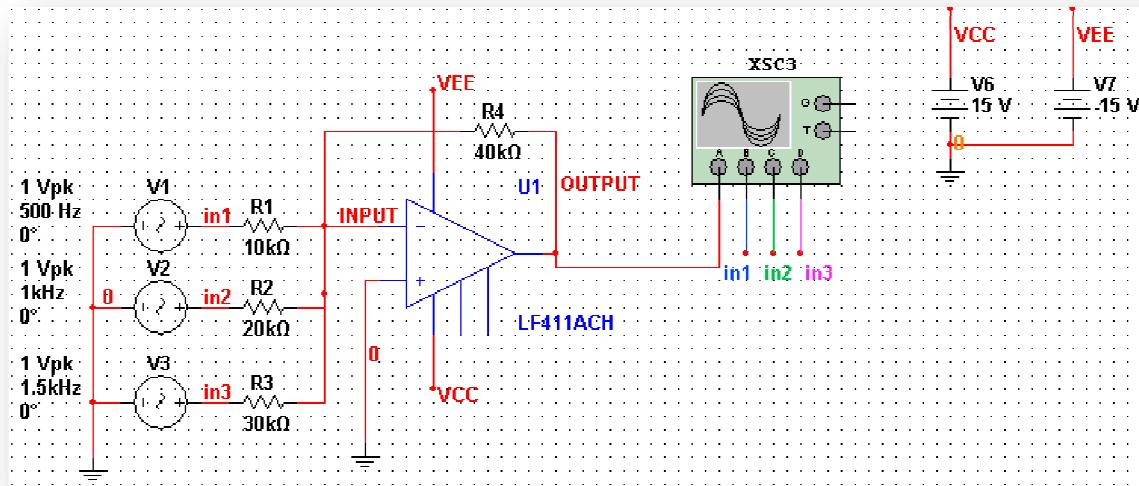

Figura 3.3-2
2. Conecta el circuito conforme a la Figura 3.3-2